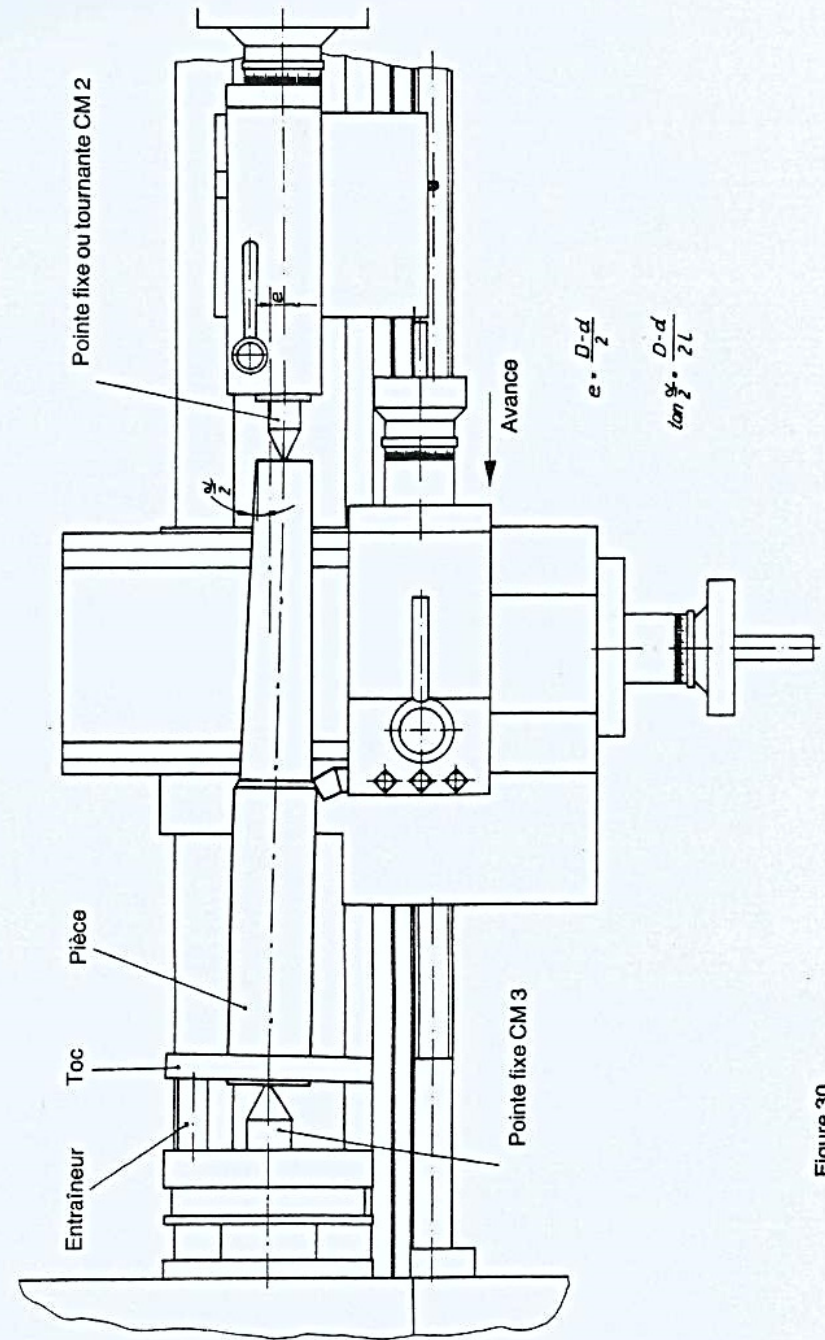

Figure 30
- g) serrer la pièce portant le toc entre les pointes (voir également figure 30.)
(fig. 30)